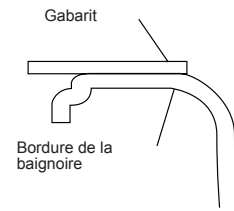

Figure 15 - - position du gabarit
- Placez le gabarit de manière à ce que les lignes du montage en dessous désirées soient alignées avec le rebord comme dans l'illustration (figure 15).